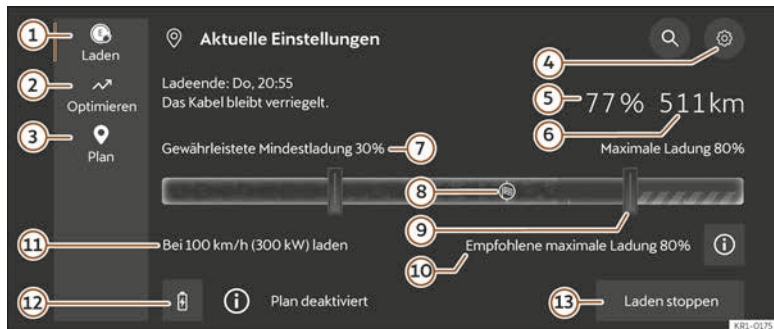

Abb. 64 Im Infotainment-System: Hauptmenü Laden.
1. Gehen Sie zum Lademenü **Plan** >>> (Abb. 64) ①.
• **Maximaler Ladestand** >>> (Abb. 64) ⑨: Bei Fahrzeugen im alltäglichen Einsatz ist normalerweise kein vollständiges Laden der Hochvoltbatterie erforderlich. Der maximale Ladestand beschränkt den maximalen Batterieladezustand.
2. Drücken Sie die Taste   >>> (Abb. 64).